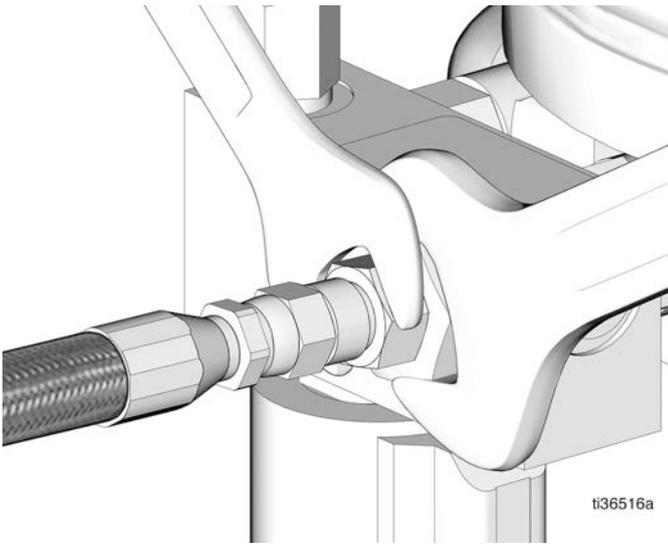

FIG. 3
3. Desconecte la línea principal de la salida de la bomba. (FIG. 3).